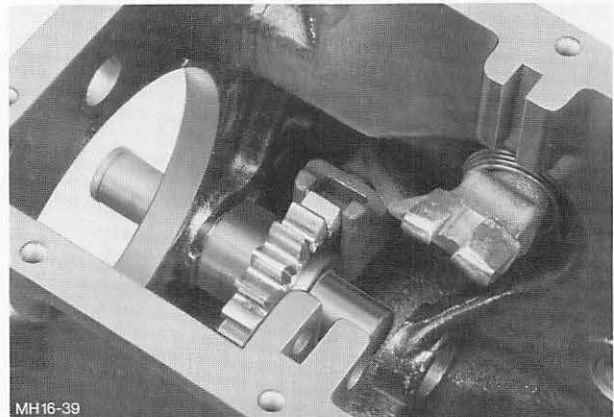

Abb. 74 Zwischenrad – Rückwärtsgang einbauen
4. Schaltklaue – Rückwärtsgang mit Feder auf den Drehzapfen aufschieben und Sicherungsring montieren. Zwischenrad, mit dem langen Zapfen nach hinten zeigend, in die Schaltklaue einführen und fluchtend zur Achsbohrung halten. Zwischenradwelle mit Mehrzweckfett bestreichen und mit einem Kupferhammer in das Gehäuse eintreiben. Abb. 74